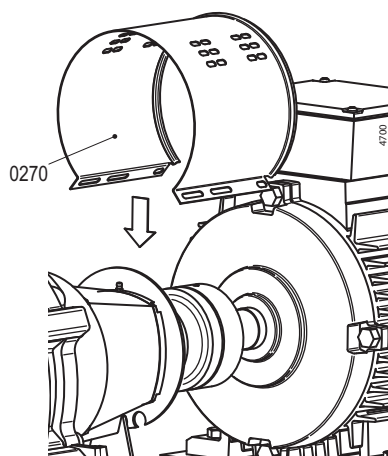

Bild 13: Montera manteln på motorsidan.
- 2 Ta bort båda mantlarna (0270). Se bild 13.